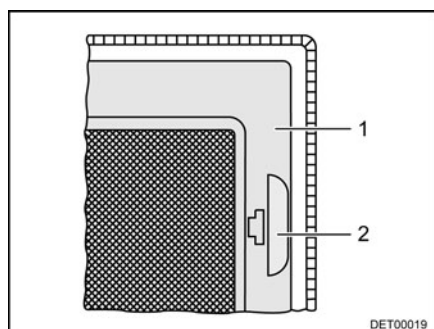

Fig. 43 Protección contra insectos
- Tirar del tirador (Fig. 43,2).
- Plegar hacia abajo la protección contra insectos (Fig. 43,1).
- Plegar hacia arriba la protección contra insectos (Fig. 43,1) hasta que encastre.